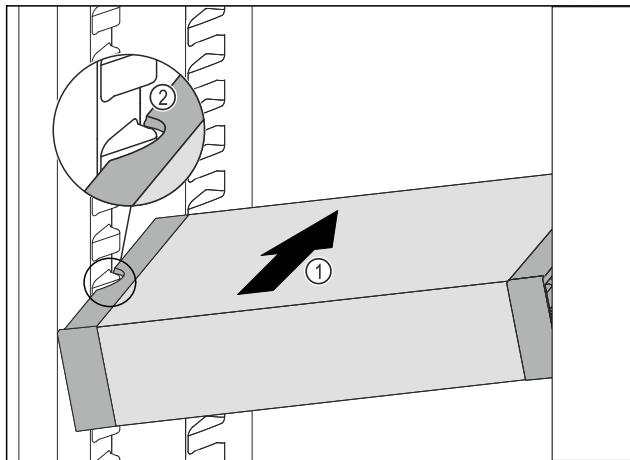

Fig. 80
- ▶ Вкарайте VarioSafe под ъгъл в хладилната част Fig. 80 (1), докато страничните прорези Fig. 80 (2) на VarioSafe се намират на височината на реброто на съда в хладилната част.